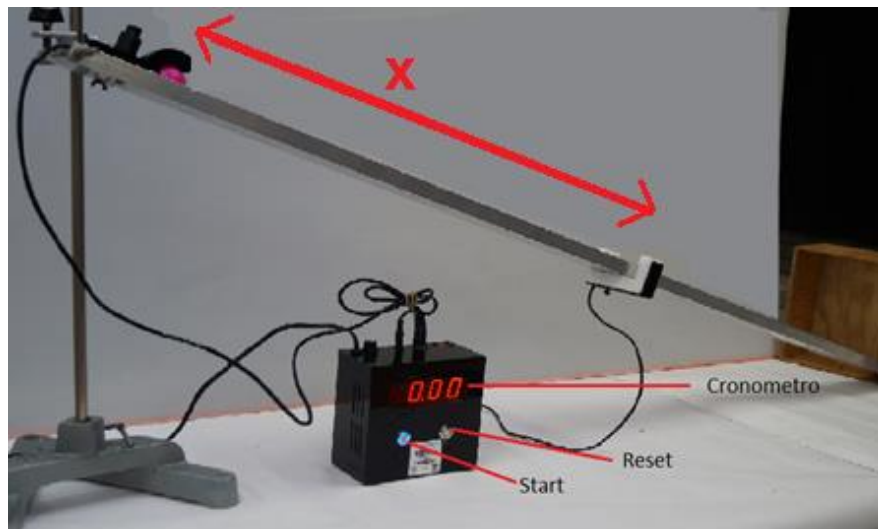

Figura 3. Distancia de “X” del actuador al sensor.
- El sensor debe ubicarse a una distancia “x” (variable independiente) con respecto al centro de la esfera colocada en el actuador, asegurándolo con su propio tornillo a la canaleta (figura 3). La esfera debe estar bien sujeta al actuador.